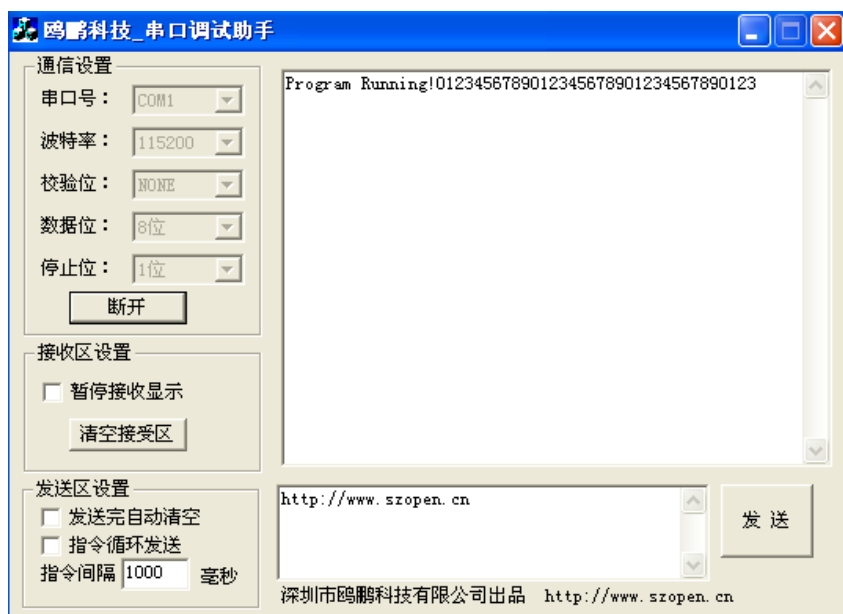

图 7.2 程序运行结果
- 输入、保存程序 uart.c，下载并运行。程序运行结果如图 7.2 所示。